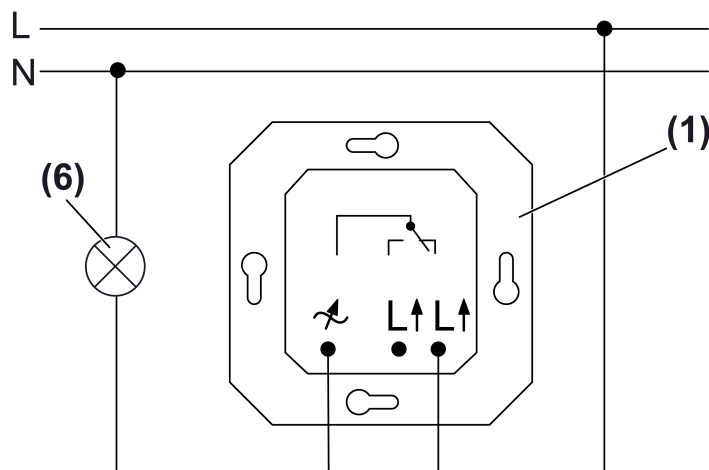

Bild 2: Anschlussplan
- Steuergerät (1) und Lampe (6) gemäß Anschlussplan anschließen (Bild 2).